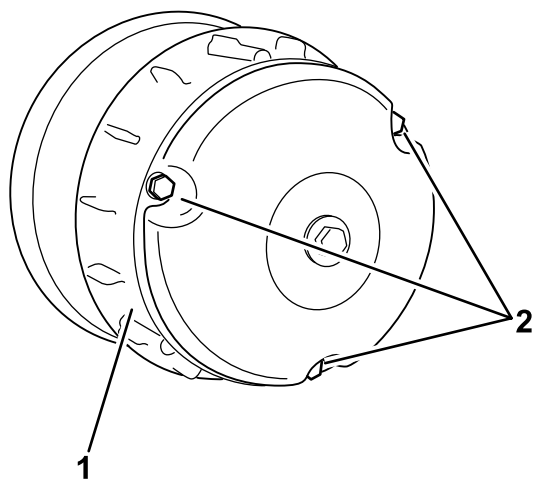

Figura 59
2. Togliete i 3 bulloni che fissano il carter della frizione e togliete il carter (Figura 59).
4. Montate il carter della frizione e fissatelo con i 3 bulloni (Figura 59) tolti in precedenza 2.